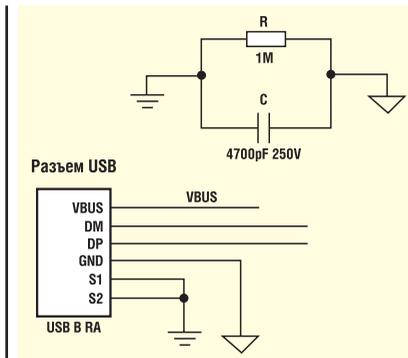

Рисунок 4 Вариант развязки «земель»
- по мнению FTDI, 99% таких случаев вызваны прямым подключением экрана разъема к «земле» (см. рис. 4). Это означает, что вывод разъема USB 5 и 6 соединены с выводом 4 этого же разъема. Один из вариантов развязки сигнальной и приборной «земли» приведен на данном рисунке в качестве примера;